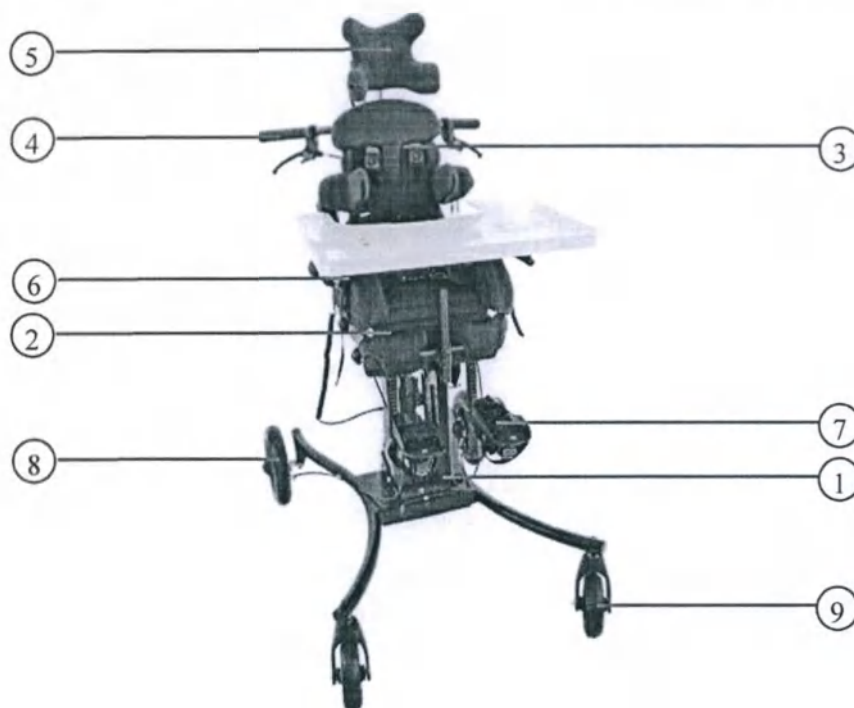

Рис.1
Кресло-коляска исполнения «Delta Electro 9600» (см. рис.1).
Рис.1а
5.1.3 Установить аккумуляторную батарею, удерживая за её ручку, на держатели в нижней части рам (Рис.1,поз.1). Соединить разъем питания от аккумуляторов с разъемом питания пульта управления (Рис.1,поз.9) (разъем находится под сиденьем).
5.1.6 Проверить заряд аккумуляторной батареи, для чего нажать кнопку включения питания на пульте управления (Рис.1,поз.9) при этом должен загораться индикатор заряда батареи. Электрическая сеть в порядке, если после включения питания индикатор горит, и не в порядке, если индикатор мигает.
5.1.7 Для подзарядки аккумуляторной батареи необходимо выключить электропитание коляски нажатием кнопки включения питания (поз.3,рис.1а) на пульте управления (индикатор заряда аккумуляторной батареи должен погаснуть).
5.3.6 Коляска имеет систему электродинамического торможения. Для ее включения достаточно отпустить ручку джойстика (Рис.1,поз.10) на пульте (Рис.1,поз.9). При движении по горизонтальной поверхности это обеспечивает торможение коляски до полной остановки.
5.3.7 Прежде чем покинуть кресло-коляску её необходимо выключить нажатием кнопки включения/выключения (поз.3,рис.1а)